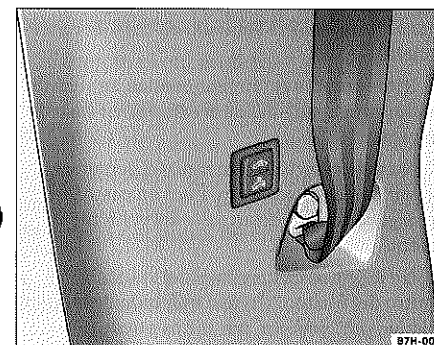

Fig. 8 Junto al asiento del conductor: tecla basculante para conexión o desconexión de la vigilancia del habitáculo o del sistema antirremolque
– Apague el encendido y pulse la superficie superior de la tecla ⇒ fig. 8. El símbolo de la tecla se enciende en amarillo.
– Apague el encendido y pulse la superficie inferior de la tecla ⇒ fig. 8. El símbolo de la tecla se enciende en amarillo.
Si desea desconectar la vigilancia del habitáculo y el sistema antirremolque, pulse primero la parte superior de la tecla y a continuación la parte inferior de la misma ⇒ fig. 8.